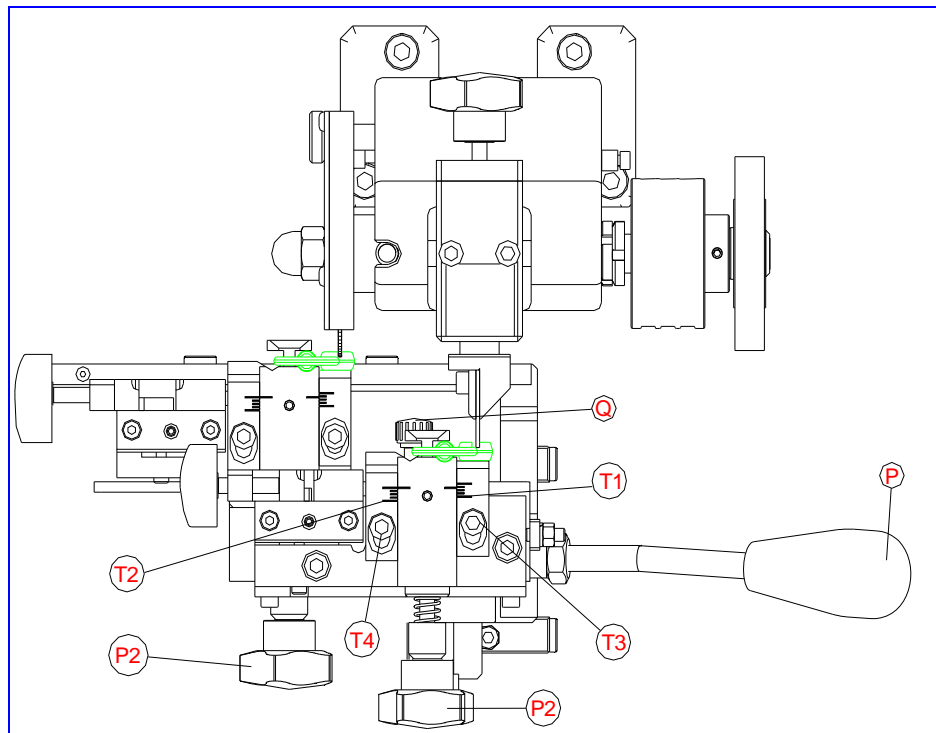

Fig. 7
- Allentare i pomelli (P2) ed allineare la terza posizione del carrello (R3) con il riferimento (S).
- Mettere in funzione la macchina e sostenere il carrello mediante la leva, avvicinare le chiavi verso l'indice copiatore (I) e la fresa (F).
- Si ricorda che occorre lavorare lentamente, senza forzare la fresa. La duplicazione si ottiene spostando il morsetto con movimenti verticali, per cui occorre estrarre la bacchetta (Q) e, con la leva (P), spostare verticalmente il morsetto. Vedi Fig. 7